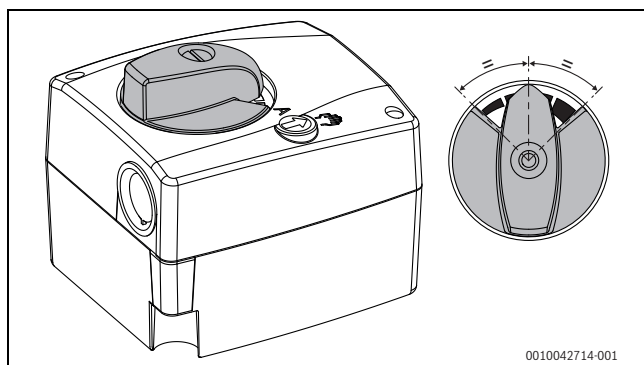

Fig. 33 Interrupteur rotatif du servomoteur de vanne mélangeuse au milieu
- Régler l'interrupteur rotatif de réglage de la vanne mélangeuse (→ fig. 33) au milieu.
- Régler le nouveau moteur sur mode manuel et le mettre au milieu à l'aide de l'interrupteur rotatif (→ fig. 33).